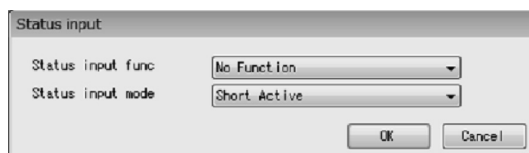

図54
- ① メニューの「Setup(S)」をクリックし、「Status input」を選び再度クリックします。
- ② 次のウィンドウ(図54)が表示されます。ここではステータス入力の機能を設定します。